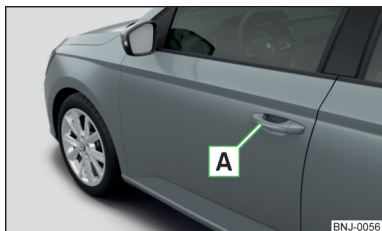

Fig. 31
- Trageți de mânerul **A** » fig. 31 portierei respective.